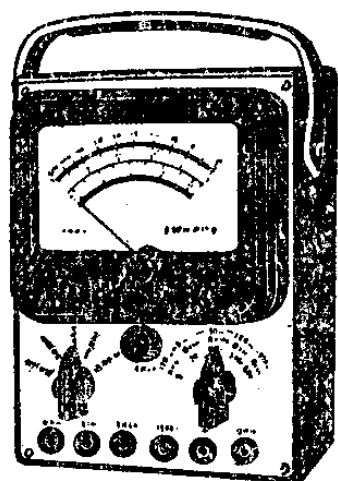

图 2-10
4. 万用电表：万用电表一般可用来测量直流电流、交流电流、直流电压、交流电压和电阻的大小，如图 2-10。它的构造除了和上面介紹过的三种电表一样有一只磁电式表头和一只刻度面板以外，还有一組綜合性的电路和轉換开关。至于万用电表的用法，每一只表里都有詳細說明，这里不介紹了。